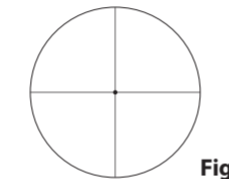

Fig. 3-2
- 1 Guardare attraverso l'oculare con l'occhio a circa 10 cm (4 pollici) di distanza per vedere il reticolo BDC avanzato (Fig. 3-1) o il reticolo Fine Crosshair w/Dot (Fig. 3-2). Assicurarsi che l'occhio sia ben allineato e alla giusta distanza (eye relief); in caso contrario si vedrà "tutto nero".